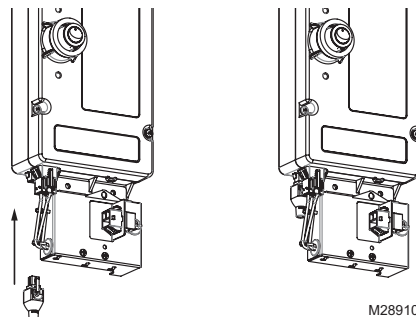
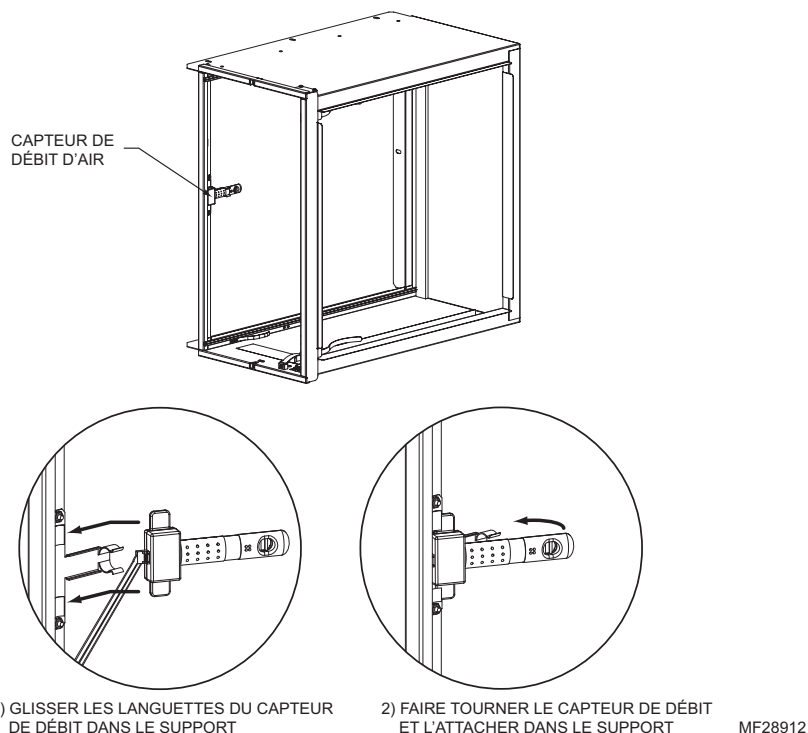

Fig. 12. Fiche de cavalier de dérivation de capteur de débit d'air installé.
Fig. 14. Installation de l'interrupteur de débit d'air.
- L'épurateur d'air amélioré de Honeywell ne doit être mis en marche que lorsqu'un débit d'air est présent. Un interrupteur de débit d'air est installé en usine. Voir Fig. 1 page 4 et Fig. 14 page 16. Pour contourner le capteur de débit d'air pour le dépannage, utiliser la prise du cavalier de dérivation spécial (voir Fig. 12) inclus dans le sac des pièces. Avec le cavalier de dérivation installé, l'épurateur d'air fonctionnera en permanence lorsque connecté à l'alimentation secteur. Le cavalier de dérivation ne doit pas être utilisé pour le fonctionnement normal.